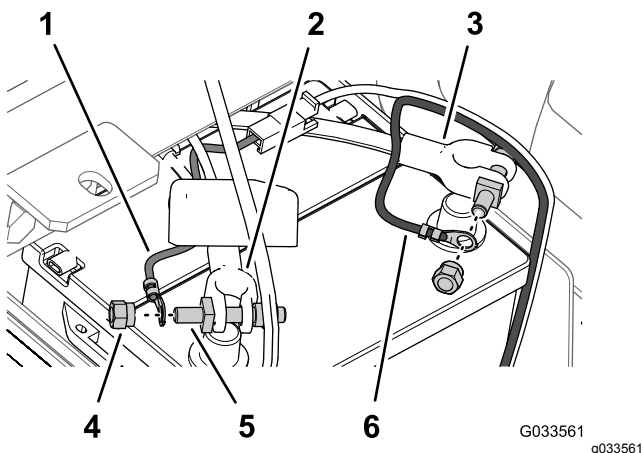

図 31
6. ヒューズ付きリンクスプレーヤ用ワイヤハーネスのリング端子を、プラスのバッテリーケーブルに組み付けてある端子ボルトの端子に、ナットで固定する図 31。
プナットで固定する 図 31。